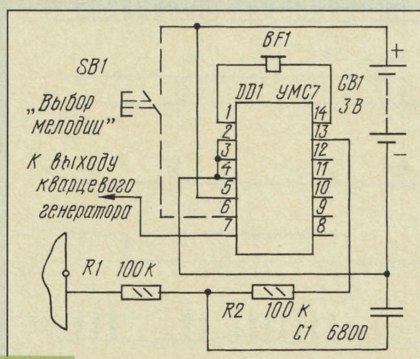

Рис. 4
Наиболее просто музыкальный будильник вводится в часы с автономным питанием 1,5 или 3 В, как показано на рис. 4. Имеющийся в часах пьезоизлучатель также перепаивают к выходам УМС, а управляющий сигнал подают на вход “Пуск” через интегрирующую цепочку R1C1. Поскольку у будильника часов два противофазных выхода, следует вначале определить при неработающем будильнике тот, на котором низкий уровень, и к нему подключить интегрирующую цепочку. Если в часах найдется еще немного свободного места, его используют для установки кнопки перевода мелодий SB1.
Наладки или настройки устройства не требуют, но для будильника, собранного по схеме на рис. 4, может потребоваться уточнение номиналов деталей R1, C1, R2 для конкретной модели часов. Следует отметить, что в этом устройстве звучание прекращается не сразу после нажатия кнопки выключения будильника, а лишь по окончании мелодии.
**От редакции.** После интегрирования импульсов цепочкой R1C1 (см. рис. 4) напряжения на конденсаторе C1 может быть недостаточно для включения микросхемы DD1. В таком случае параллельно резистору R1 следует установить любой маломощный кремниевый диод (катодом к C1).